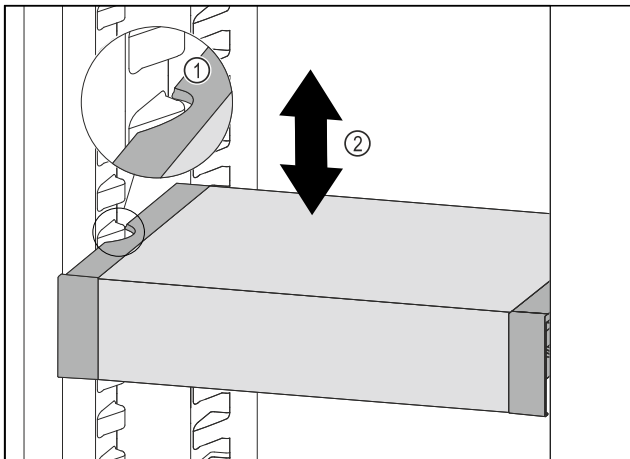

Fig. 51
- ▶ Tirare VarioSafe in avanti fino a quando le cavità laterali di VarioSafe non si trovano al livello della nervatura del contenitore nel vano frigorifero. Fig. 51 (1)
- ▶ Spostare VarioSafe verso l'alto o verso il basso nel vano frigorifero fino a raggiungere l'altezza desiderata. Fig. 51 (2)